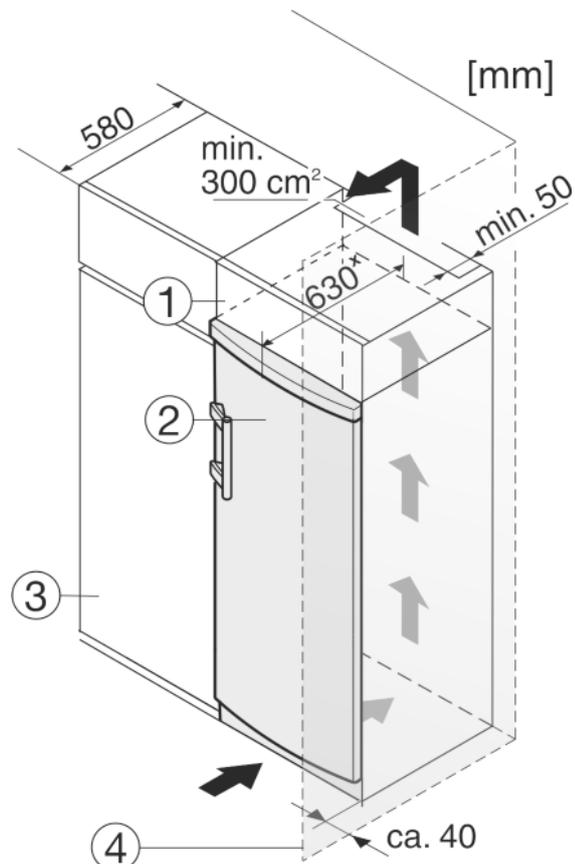

Fig. 9
Das Gerät kann mit Küchenschränken umbaut werden. Um das Gerät Fig. 9 (2) der Küchenzeilenhöhe anzugleichen, kann über dem Gerät ein Aufsatzschrank Fig. 9 (1) angebracht werden.
Beim Umbau mit Küchenschränken (Tiefe max. 580 mm) kann das Gerät direkt neben dem Küchenschrank Fig. 9 (3) aufgestellt werden. Das Gerät steht seitlich 34 mmx und in der Gerätemitte 50 mmx gegenüber der Küchenschrankfront vor.
Wenn das Gerät mit den Scharnieren neben einer Wand Fig. 9 (4) aufgestellt wird, muss der Abstand zwischen Gerät und Wand mindestens 40 mm betragen. Dies entspricht dem Griffüberstand bei geöffneter Tür.